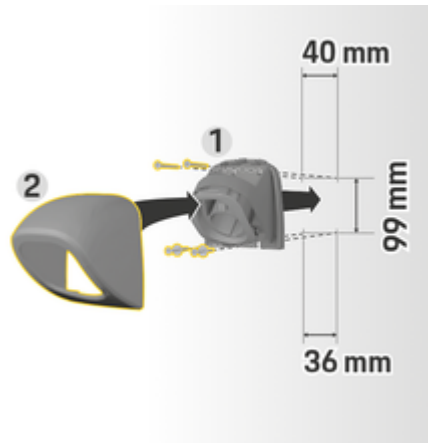

Fig. 8: Medidas de taladrado
1. Retire el soporte de enchufe **1** (Fig. 8) de la cubierta **2**(Fig. 8).
4. Atornille el soporte de enchufe **1** (Fig. 8) a la pared.
5. Coloque la cubierta **2** (Fig. 8) desde abajo sobre el soporte de enchufe **1** (Fig. 8) y presionar hacia arriba.